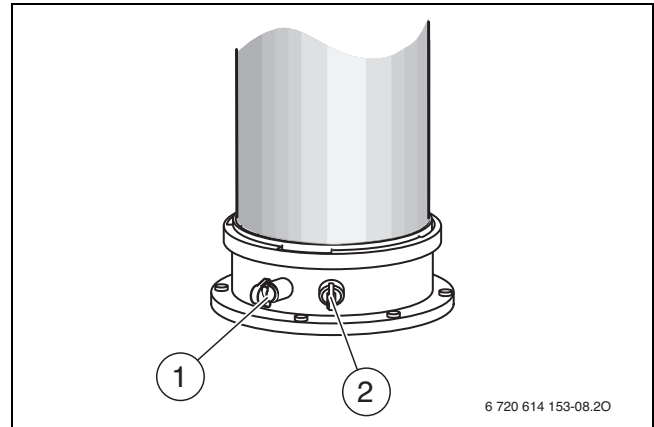

Bild 52 Abgasmessstutzen und Verbrennungsluft-Messstutzen
- ▶ Stopfen am Verbrennungsluft-Messstutzen (→ Bild 52, [2]) entfernen.
- ▶ Stopfen am Abgasmessstutzen (→ Bild 52, [1]) entfernen.